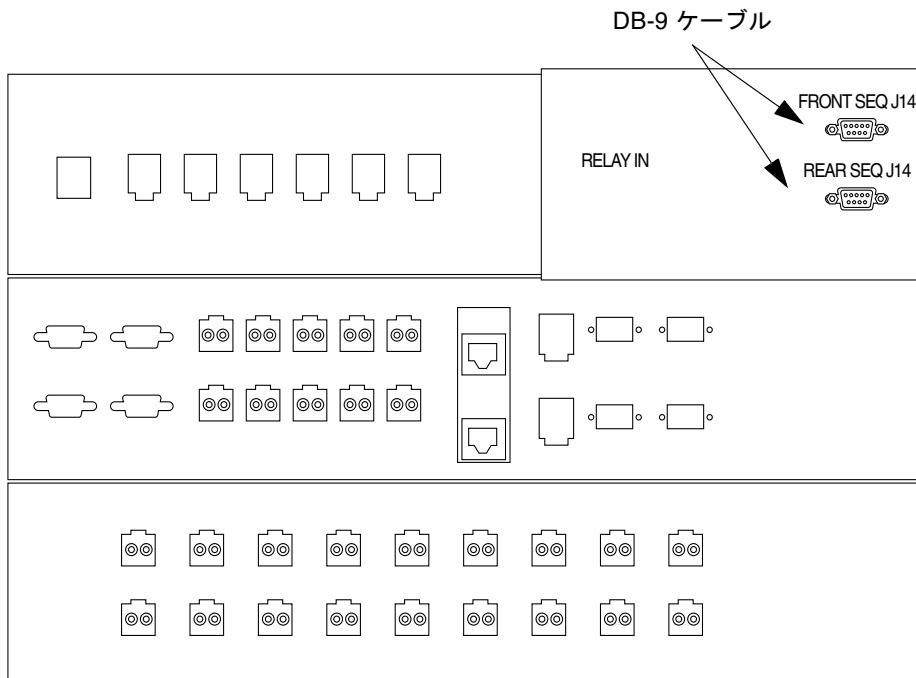

図 B-2 ベースキャビネットの主サービスパネルへの正面および背面電源シーケンサの接続
5. マスターサービスパネル背面のリレーパネル近くに緩く留められた 2 本の DB-9 ケーブルがあることを確認します。Front Seq J14 In と記されたケーブルは主サービスパネルの FRONT SEQ J14、Rear Seq J14 In と記されたケーブルは REAR SEQ J14 にそれぞれ接続します (図 B-2)。
これらのケーブルによって、Storage Service Processor は、システムに遠隔電源投入および切断処理機能があることを認識できます。図 B-2 は、ベースキャビネットの主サービスパネルの背面と FRONT SEQ J14 および REAR SEQ J14 コネクタの位置を示しています。